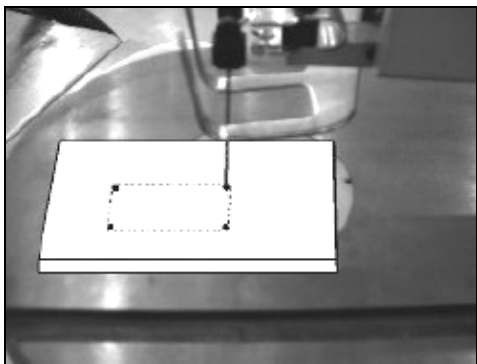

Fig 26
- Percez un trou dans la pièce à l'intérieur du tracé de la découpe (Voir Fig 26).